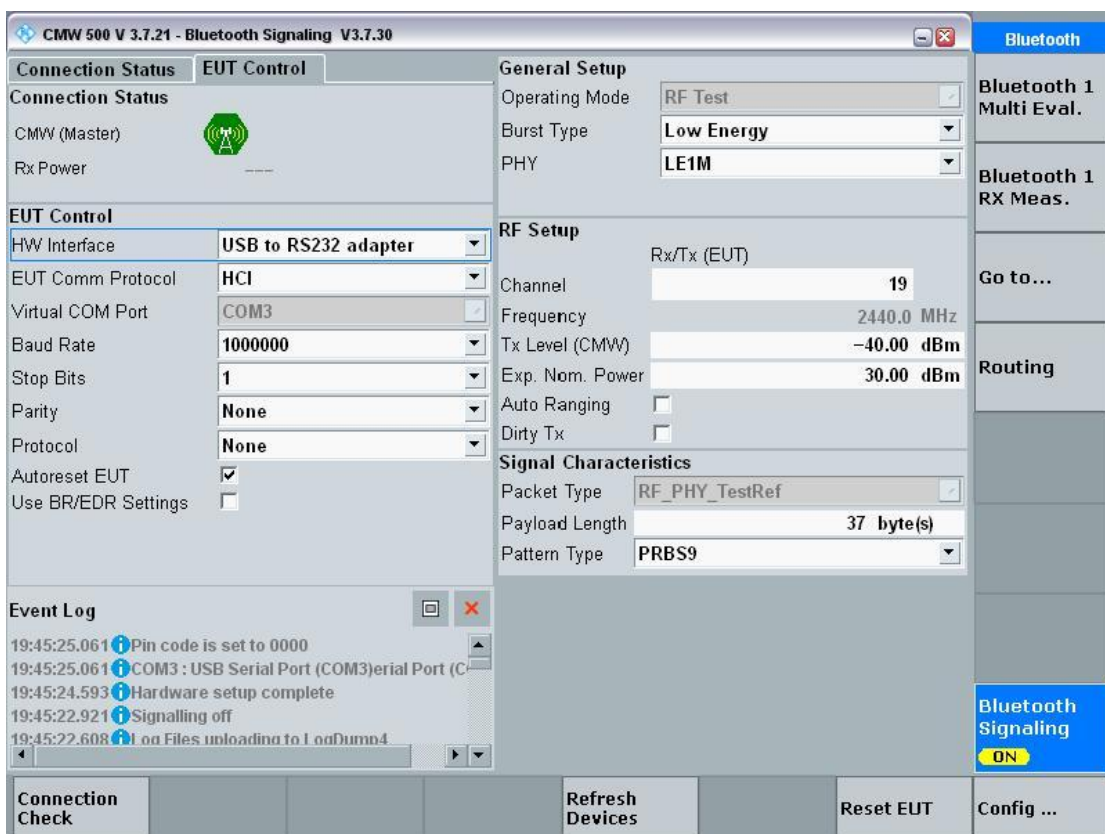

图 3-6
- 2) 把 DUT 的 UART1 (不同芯片型号的UART1参考表 1) 连接到综测仪上 (DUT 已进入测试模式, User\_bin 进入方式参考第二章节), DUT的射频同轴线连接到综测仪的 RF 输入口, 此时重新开关 Bluetooth signaling 仪器会自动检测到串口, 检测到串口后如 图 3-6,